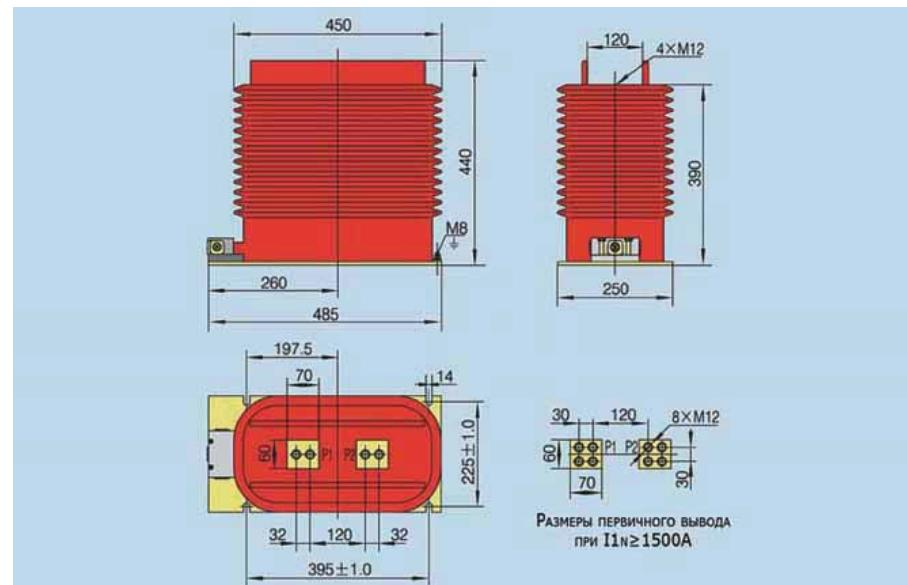

Рис. 6.1 Внешний вид и размеры трансформатора тока LZZB8-35A
6. Внешний вид и размеры (см. рис. 6.1)